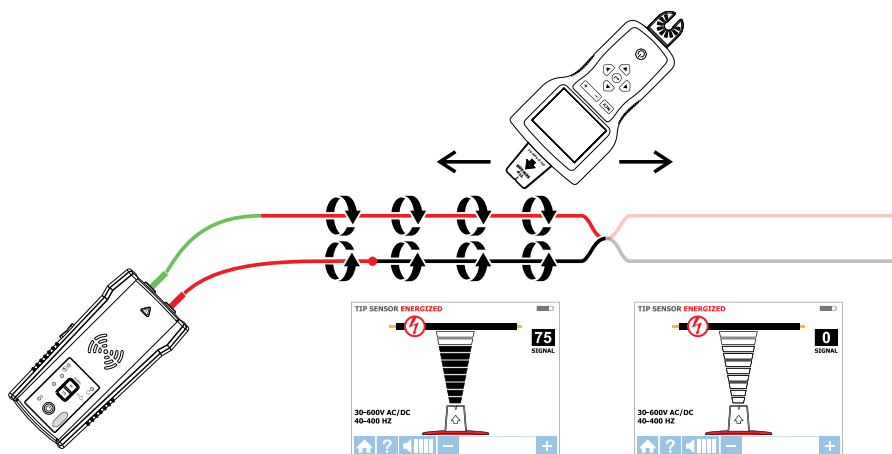

Figura 4.3: Ricerca di cortocircuiti
1. Collegare il trasmettitore con puntali al circuito come mostrato nella figura 4.3.